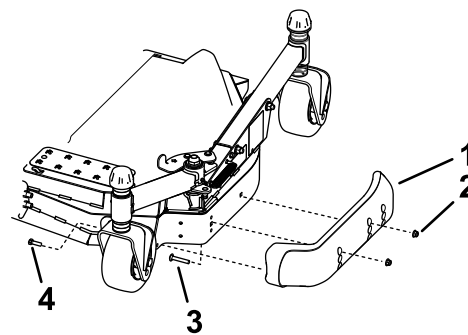

Figure 7
3. Desserrez la vis à l'avant de chaque patin (Figure 7).
5. Placez chaque patin à la position voulue et fixez-les avec les boulons à embase et les écrous (Figure 7).